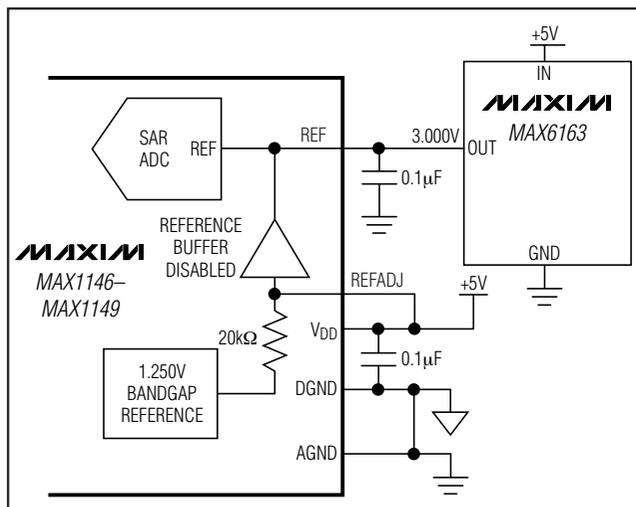

图 12. 外部基准连至 REF
- 1) 将 REFADJ 连接至  $V_{\text{DD}}$ ，禁止内部基准缓冲，REF 接外部基准 (图 12)。